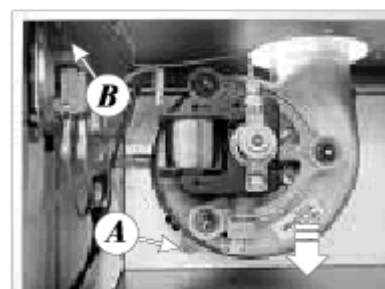

Рис. 19 – Монтаж вентилятора
- выверните винты В (рис. 19), доступные сверху, выберите маностат и замените его новым;
- ослабьте винт (А), см рис. 19;